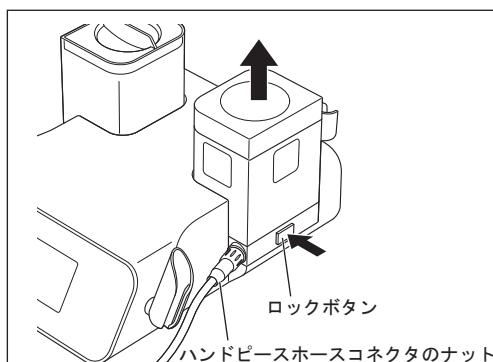

図44
- 1) 「8-6-4 エア一抜き」にしたがってチャンバー内のエア一抜きを行い、ロックボタンを押しながらチャンバーを取り外し、チャンバーをまっすぐ引き上げます（図44）。
- 6) 「8-6-4 エア一抜き」にしたがってチャンバー内のエア一抜きを行い、ロックボタンを押しながらチャンバーを取り外し、チャンバーをまっすぐ引き上げます（図44）。